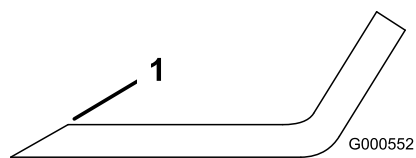

Figure 71
1. Au moyen d'une lime, aigüisez les tranchants aux deux extrémités de la lame (Figure 71).
**Remarque:** Si la lame est déséquilibrée, limez un peu l'extrémité de l'ailette seulement (Figure 71).